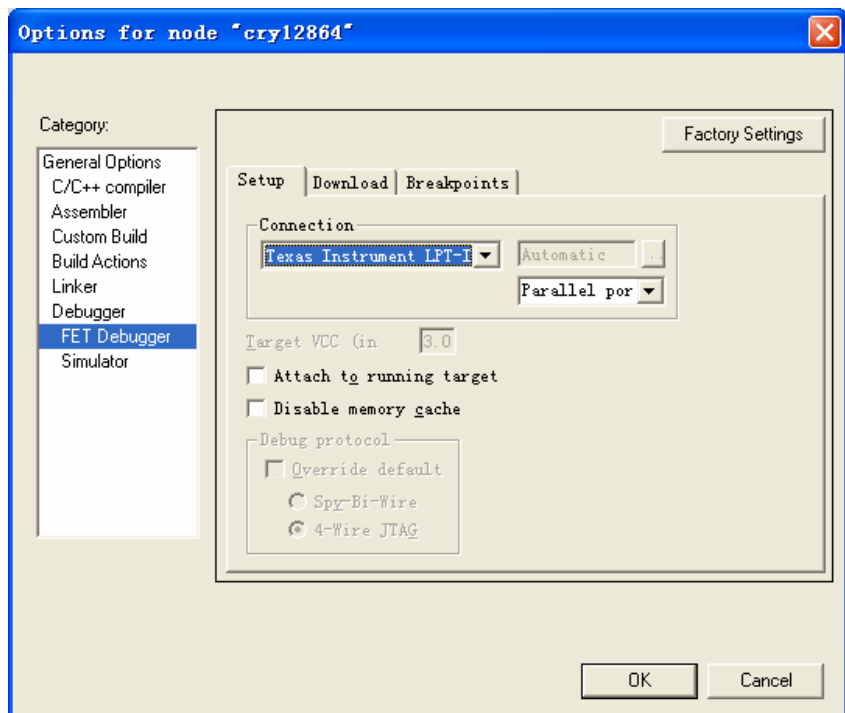

图 2.10
11、如果用户只想进行软件仿真，那么选择 Simulator 以后就可以单击右下角的 OK，完成设置了。如果用户需要进行硬件仿真，那么选择 FET Debugger 后，再单击 Category 下面的 Debugger 下面的 FET Debugger，可以看到如图 2.10 所示的画面。
型，就可以了。如果使用我们提供的精简版仿真器，请选择 **Texas Instrument LPT-IF**，如图 2.10 所示。然后单击 **OK** 就完成了设置。